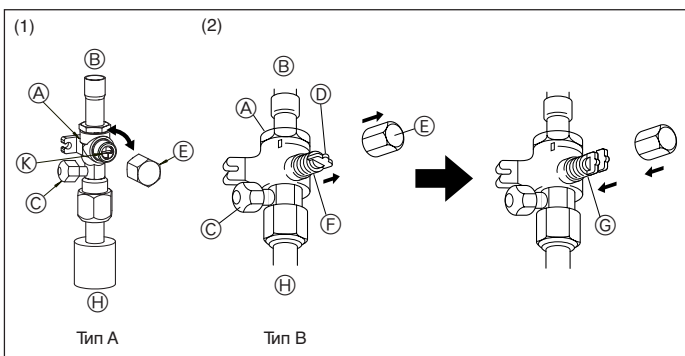
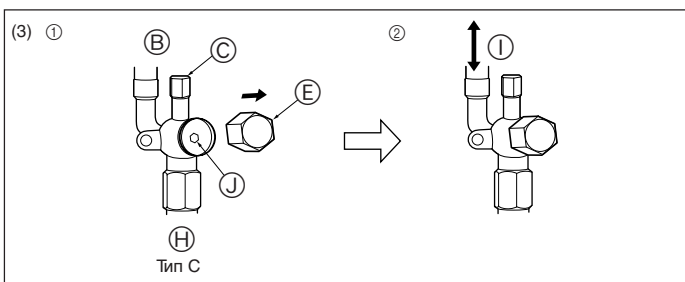

Fig. 4-6
Fig. 4-7
- (1) Тип А (Fig. 4-6)
- ① Снимите крышку, затем поверните на четверть оборота против часовой стрелки с помощью отвертки с плоским лезвием для полного открытия.
- ② Убедитесь, что клапаны полностью открыты, затем установите крышку в первоначальное положение и затяните ее.
- (2) Тип В (Fig. 4-6)
- ① Снимите колпачок, потяните ручку на себя и поверните на 1/4 оборота против часовой стрелки для открытия.
- ② Убедитесь в том, что запорный кран полностью открыт, надавите на ручку и поверните колпачок в первоначальное положение.
- (3) Тип С (Fig. 4-7)
- ① Снимите колпачок и поверните шток золотника против часовой стрелки до упора, используя для этой цели 4 мм шестигранный гаечный ключ. Прекратите поворачивать шток в момент, когда тот достигнет стопора.
- ② Убедитесь в том, что запорный кран полностью открыт, и поверните колпачок в первоначальное положение.